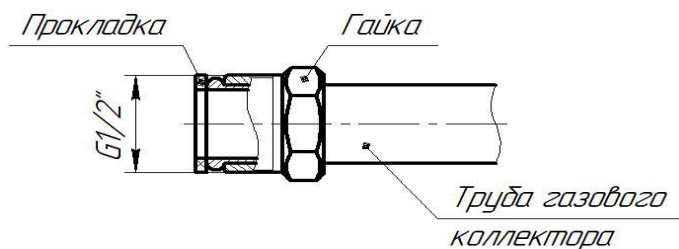

Рис. 1 Конструкция газопровода плиты
2) На плите предусмотрен подвод газа, что позволяет присоединять её к магистральному газопроводу с помощью гибкого шланга. На выходе газового коллектора плиты расположена гайка с наружной цилиндрической резьбой G1/2", предназначенная для подключения плиты к сетевому газопроводу. Для подключения газа к плите необходимо установить уплотнительную прокладку (не входит в комплект) согласно Рис. 1.